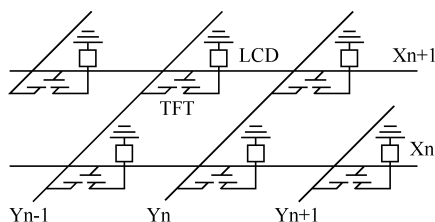

图 5-24 TFT 在 LCD 内的配置方式示意图
(1) LCD 显示器驱动。TFT 器件常用于矩阵驱动方式的彩色 LCD 的驱动电路中,构成有源矩阵 LCD。液晶显示器上的每个液晶像素点都是由集成在其后的薄膜晶体管来驱动的,如图 5-24 所示。